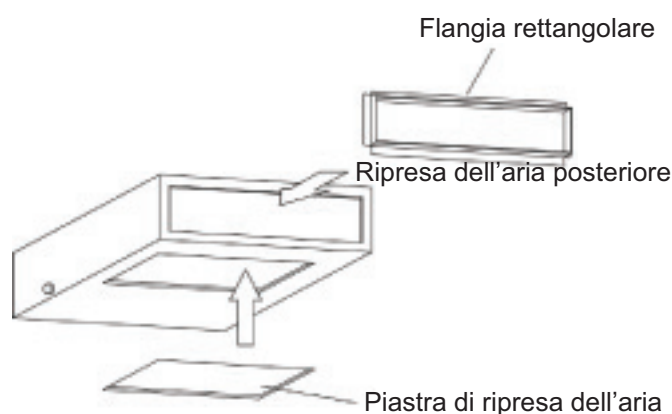

Fig. 4.22
- (1) La posizione di installazione predefinita della flangia rettangolare è sulla parte posteriore, mentre la posizione di installazione predefinita della piastra di ripresa dell'aria è in basso, come mostrato in Fig. 4.22.